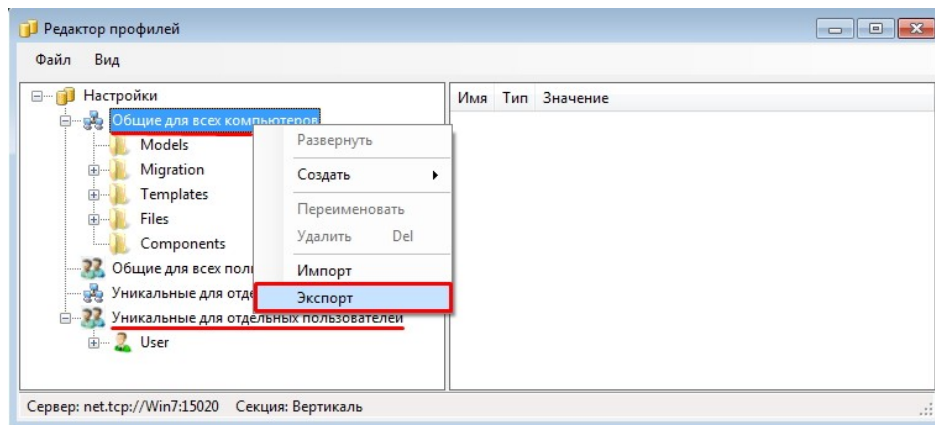

Рис. 4.5
1. С помощью Редактора профилей выполните экспорт узлов, содержащих конфигурационные данные САПР ТП ВЕРТИКАЛЬ и системы Нормирование материалов. В секции **Вертикаль** выполните экспорт разделов **Общие для всех компьютеров** и **Уникальные для отдельных пользователей** (рис. 4.5).